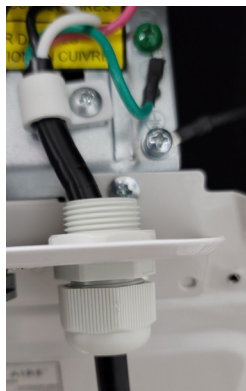

Figure 8.1
1. Raccorder les connecteurs de cordon étanches gris fournis (voir Figure 8.1 page 36) à la plaque de conduit en retirant l'écrou en plastique sur le connecteur de cordon étanche et le fixer au bas de la plaque de conduit.